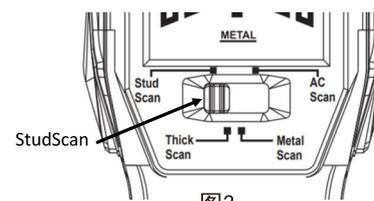
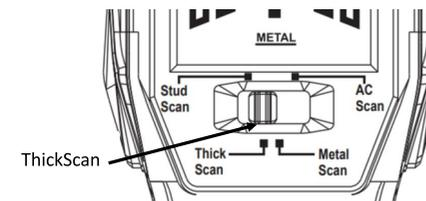

图3
图4
- ① 手握住UT387C的手持部位，仪器上下放置，底部平靠紧贴墙体。
- ② 选择探测模式，模式开关拨动到最左边时，为选择第一个档位StudScan模式（图3）。拨动到第二档位时，为选择ThickScan模式（图4）。